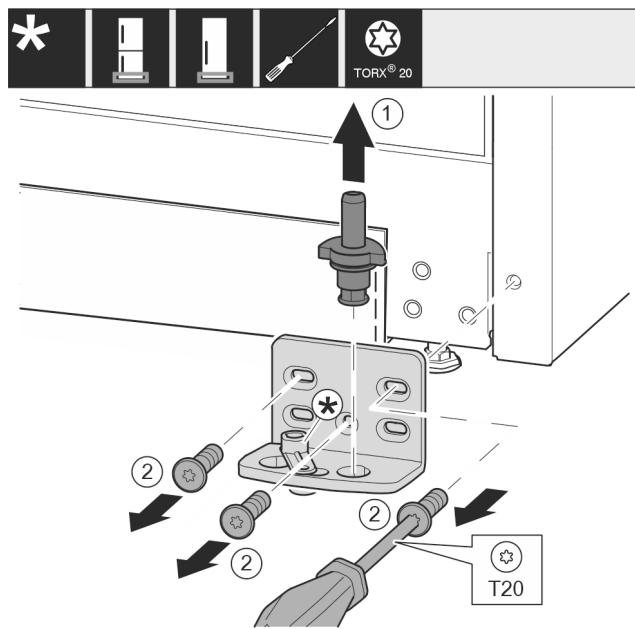

Fig. 16*
- Lagerbolzen Fig. 16 (1) komplett nach oben herausziehen.*
- Schrauben Fig. 16 (2) mit Schraubendreher herausdrehen und Lagerbock abnehmen.*